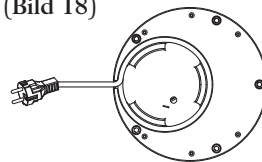

Bild 18
- Wickeln Sie das Kabel auf, indem Sie es von Hand in seine Aufnahme einführen. Ziehen Sie hierbei nicht zu stark am Kabel, damit es sich ordnungsgemäß in mehrere Windungen legen kann. (Bild 18)